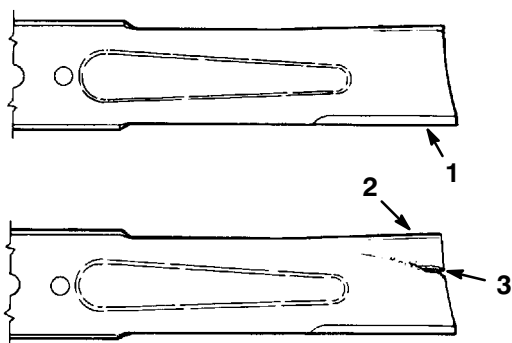

Figure 31
2. Inspecter les arêtes de coupe (Fig. 31). Si elles ne sont pas tranchantes ou si elles présentent des traces de coups, déposer les lames et les aiguiser, voir Aiguisage des lames, page 20.
3. Inspecter les lames, surtout à l'endroit de l'incurvation (Fig. 31). Si une lame semble endommagée ou usée ou s'il s'y forme une entaille (Fig. 31), la remplacer immédiatement.